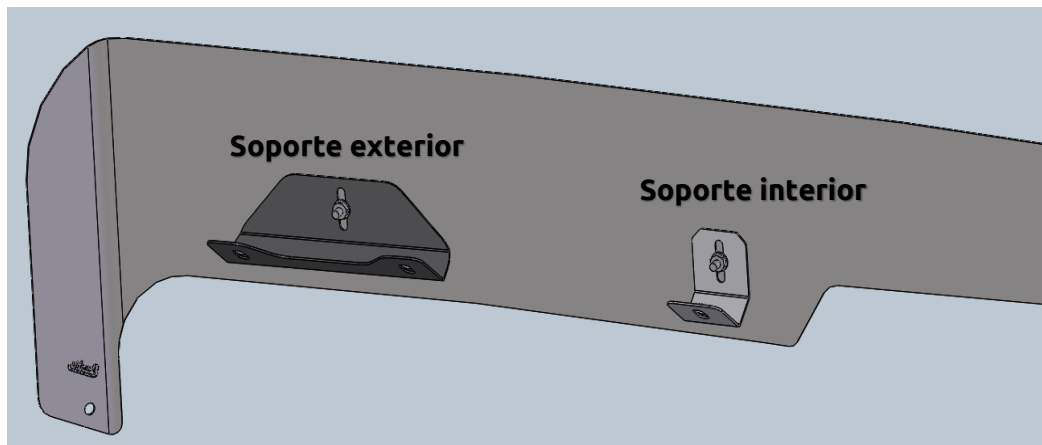

Figura 2: Ubicación de los soportes (Atrás del lado del piloto mostrado)
33. Instale los soportes de montaje usando los tornillos de 10-32 provistos en sus lugares respectivos tal como se muestra en la Figura 2. Deje suficientemente flojos para permitir pequeños ajustes.